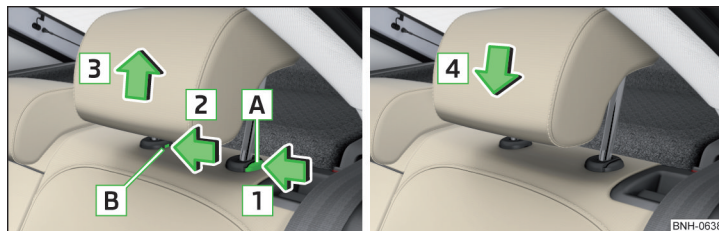

Abb. 60 Kopfstütze hinten herausnehmen/einsetzen
- Zum **Herausnehmen** die Sicherungstaste **A** in Pfeilrichtung **1** halten, gleichzeitig mit einem Schlitzschraubendreher (mit einer Breite von max. 5 mm) die Sicherungstaste in der Öffnung **B** in Pfeilrichtung **2** drücken und die Stütze in Pfeilrichtung **3** herausnehmen » **Abb. 60**.